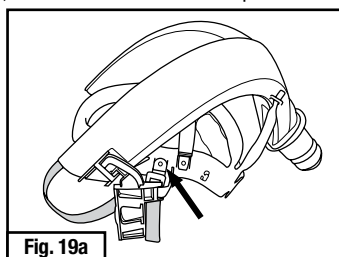

Fig. 19a
1. Ubique los puntos de conexión de la banda o correa para el mentón en el arnés. La Fig. 19a muestra una correa para el mentón anexa con la flecha hacia la conexión en el arnés.